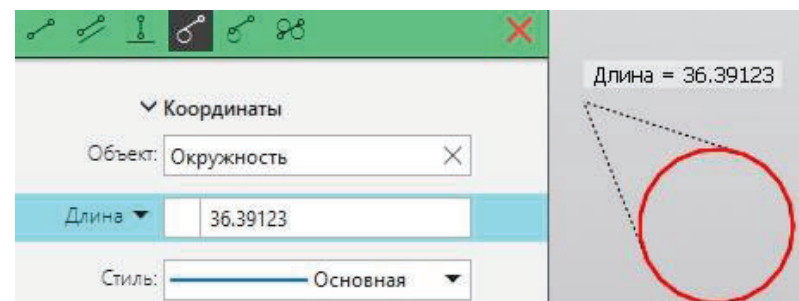

Рисунок 1.16 – Касательный отрезок через внешнюю точку
**1.4 Касательный отрезок через внешнюю точку.** Для использования команды «Касательный отрезок через внешнюю точку» необходимо выбрать окружность, скругление или часть дуги. Указать длину нового отрезка (рисунок 1.16).